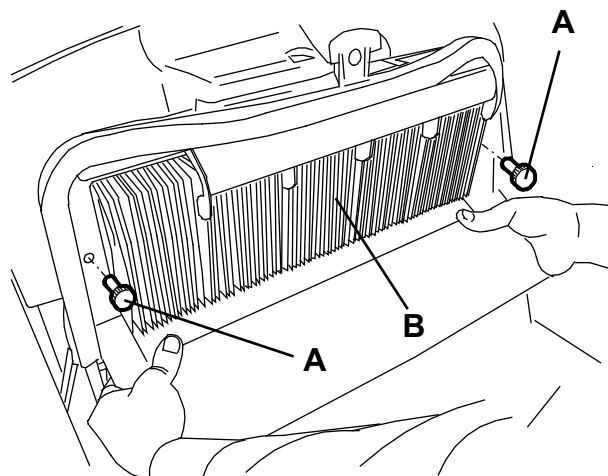

Afbeelding 7
6. Pak de hoofdborstel (A, Afb. 7) vast op de punten (B) en (C) en koppel deze los uit de geleider (D) door deze in de richting van de pijl (E) te trekken; verwijder de borstel daarna door deze in de richting van de pijl (F) te trekken.